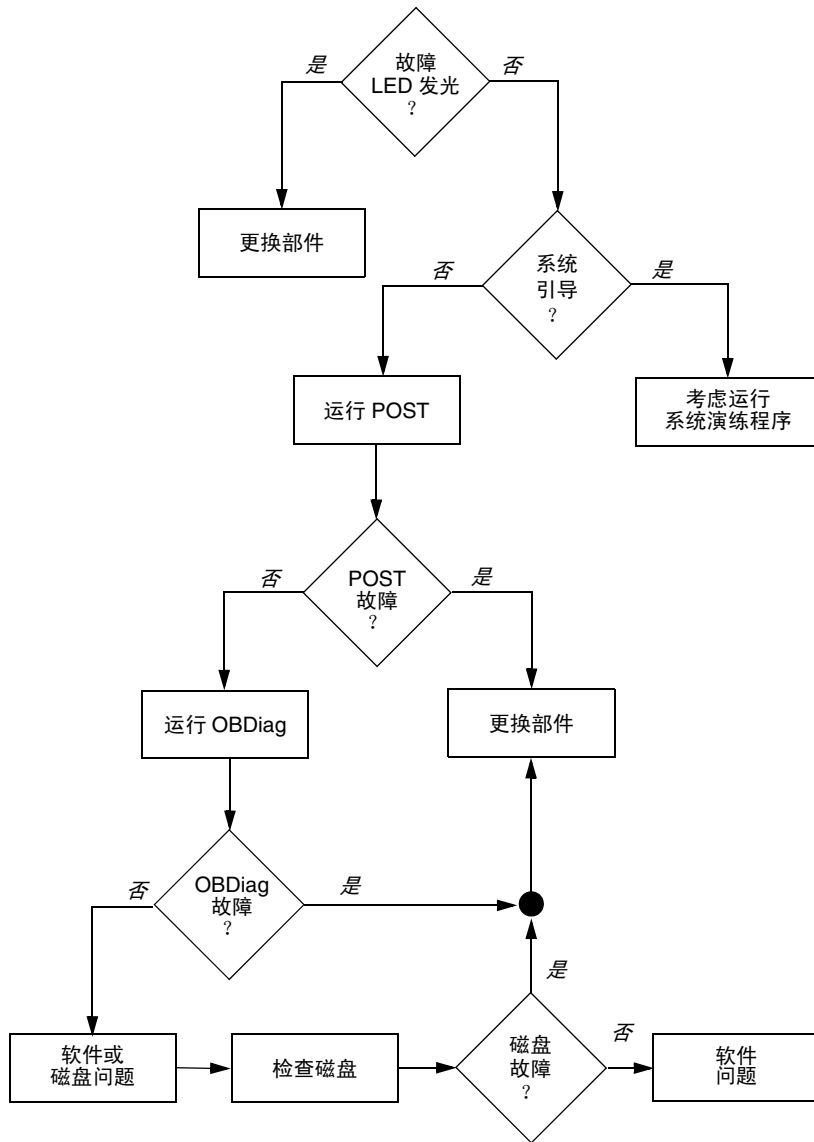

图 10-1 选择用于隔离硬件故障的工具
- 如果系统能够进行引导，则应该使用功能更为全面的工具。典型的故障隔离过程如图 10-1所示。